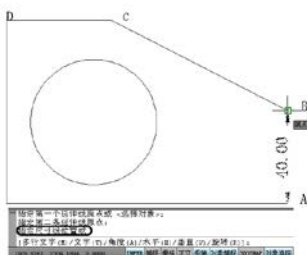

图 9.59 选择 B 点
- (3) 在绘图窗口中拾取点 B，命令行会相应的发出命令，如图 9.59 所示。
- (4) 向右拉出标注尺寸线，自定义合适的尺寸线位置。